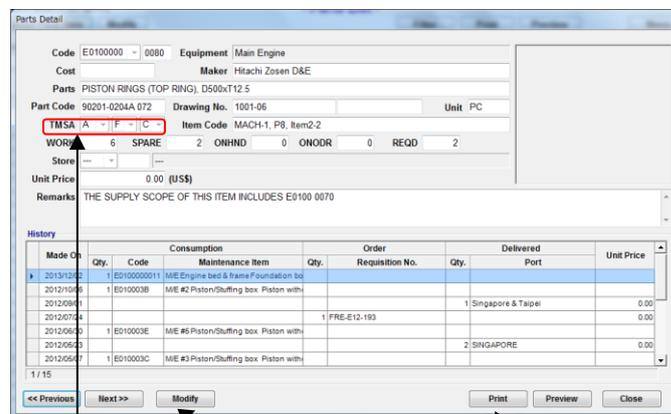

図 12-7 Parts ダイアログ
- (19) 部品を選び[detail]を選択すると”Parts ダイアログ”(図 12-7) が表示されます。
- (20) SMS カテゴリーのみ変更可能です。変更したい場合は [Modify]を選択してください。
- (21) 印刷したい場合は[Print] を選択してください。
- (22) 印刷画面を確認したい場合は[Preview]を選択してください。
- (23) 画面を閉じるには[Close]を選択してください。
- (24) 部品検索には”Code Search”機能または”Filter”機能をご使用ください。(18 章参照)
- (25) [Menu]を選択すると”Menu 画面”に戻ります。